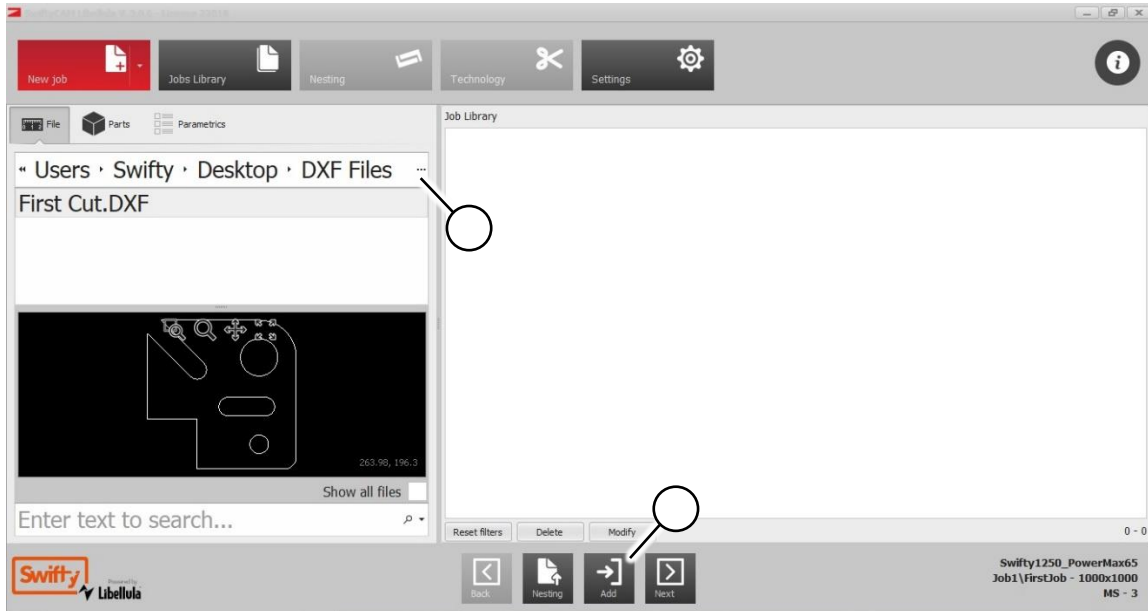

Fig. 48 Het te importeren bestand selecteren
1. Klik in het tabblad 'New Job' op het tabblad 'File' en navigeer naar de locatie waar het .DXF- of .DWG-bestand is opgeslagen dat voor de taak moet worden gebruikt. (In Fig. 48 is een voorbeeld weergegeven).
1. Als het te importeren bestand op een USB-stick is opgeslagen klikt u op de drie puntjes achter de padaanduiding om alle bestanden op de USB-stick weer te geven (Fig. 48 (1)).
2. Selecteer het te importeren bestand en klik op 'Add' (Fig. 48 (2)).